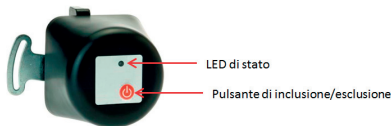

Fig.1
2. Per l'inclusione: lanciare il comando di inclusione del gateway MyVirtuoso Home (per tale operazione si segua il relativo manuale) e premere il pulsante (Fig.1) di inclusione del dispositivo per 3 volte. Il LED smetterà di lampeggiare se il dispositivo è stato incluso correttamente.
Per l'esclusione: lanciare il comando di esclusione del gateway MyVirtuoso Home (per tale operazione si segua il relativo manuale) e premere il pulsante (Fig.1) di esclusione del dispositivo per 3 volte. Il LED comincerà lampeggiare se il dispositivo è stato escluso correttamente.
1. Montare la staffa di montaggio (Fig.1) sul tubo della valvola a sfera avvitando con bullone.